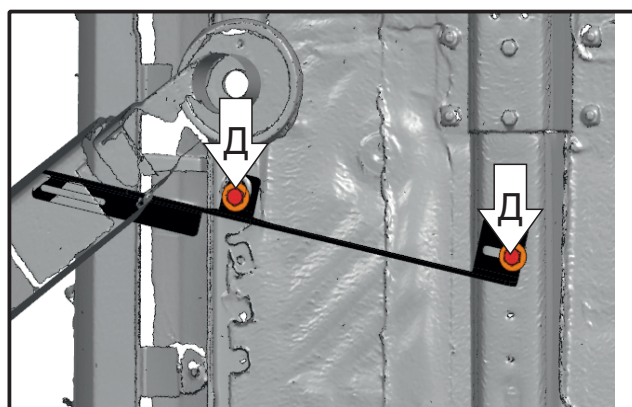

Рис. 3
5. При помощи болтов М10х30 и шайб 10 закрепить передний кронштейн на установленные гайки закладные М10 с усиками (Д) (Рис.3).